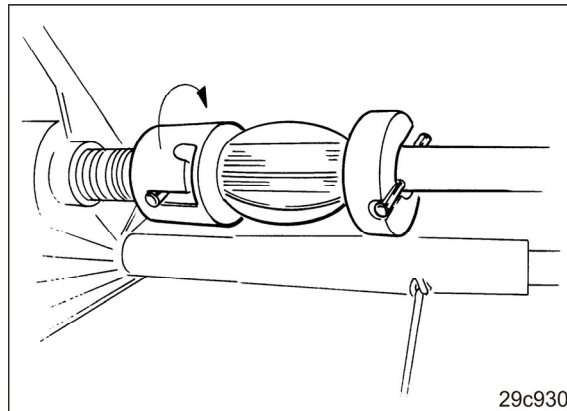

Рис. 200
1. Активация левой половины высевающего вала (Рис. 200)